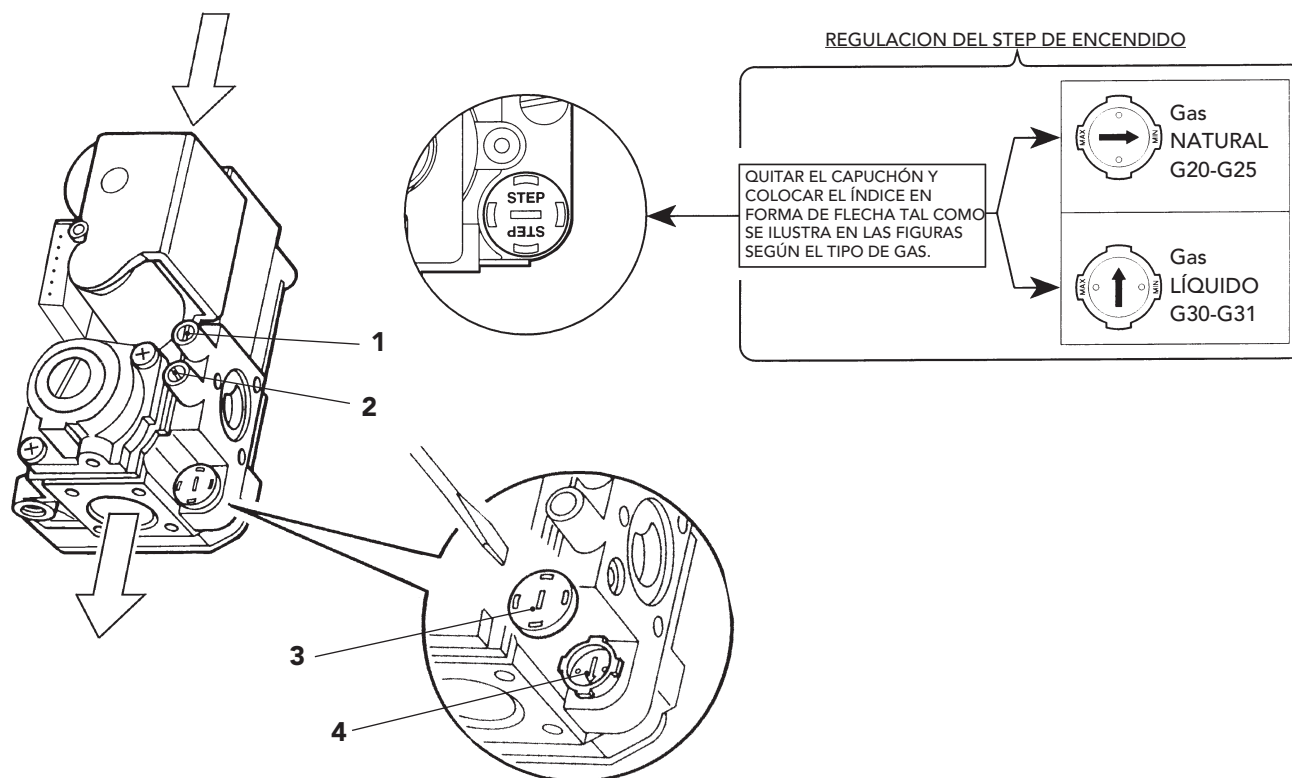

fig. 5
- 2 Quitar el capuchón de protección 3 (fig. 5). Con un pequeño destornillador, regular el "STEP" de encendido para el gas deseado (G20-G25 o G30-G31) y volver a poner el capuchón.